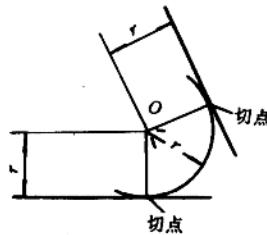

图 2-14 划与两直线相切的圆弧线
② 与从同一点引出的两条射线相切的圆弧的划法(见图 2-14)。设圆弧的半径为 r , 在两条射线组成的角的内部分别作出与这两条射线平行且距离为 r 的两条直线。这两条直线交于 O 点, O 点就是与两条射线相切的圆弧的圆心。以 O 为中心, 以 r 为半径作圆, 得出与已给的两射线相切的切点, 两切点之间的圆弧就是我们所要求的弧。这种作圆方法, 在今后的铜工实习中我们经常要碰到, 所以应多反复练习。